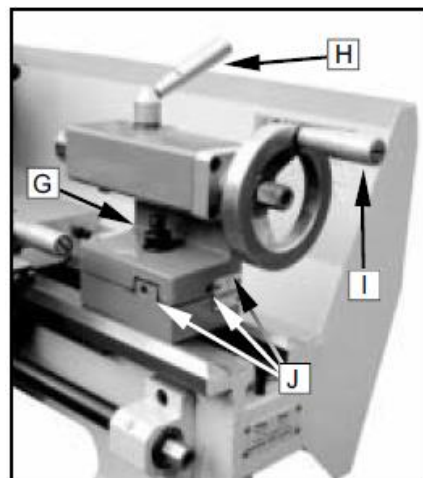

Рис. 12
10. Винтовой зажим задней бабки (G, Рис. 12)
11. Зажимная рукоятка пиноли задней бабки (H, Рис. 12)
12. Маховик поперечной подачи пиноли задней бабки (I, Рис. 12)
13. Коррекция задней бабки (J, Рис. 12)